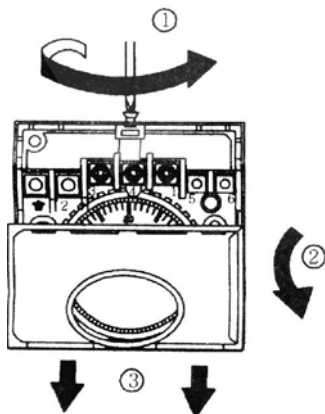

Рис.1
1. Снимите лицевую панель термостата при помощи отвёртки (Рис. 1).